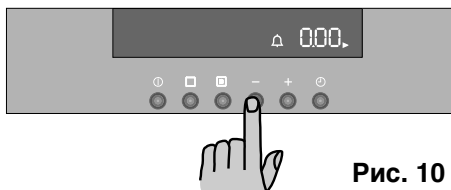

Рис. 10
- Держите кнопку  нажатой до тех пор, пока на дисплее не начинают мигать символы  и . Нажмите кнопку “-” до появления на дисплее цифр “0.00” (Рис. 10).